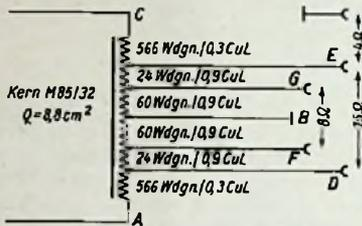

Bild 12. Wickeldaten des Ausgangsübertragers
1 PPP-Ausgangs-Sparübertrager (symmetrisch) mit Mittelanzapfung für 900 Ω auf 4, 7,5 (8) und 15 Ω, Type GA M 8 PPP (Bild 12)